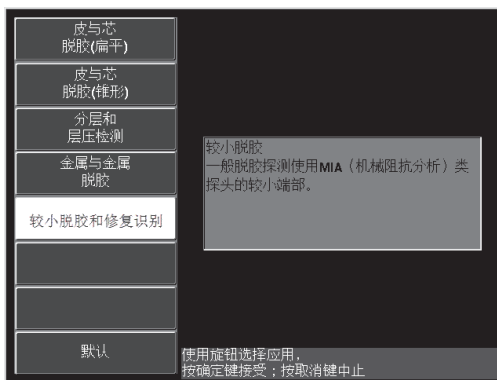

图 6-23 较小脱胶和修复识别应用
3. 选择 **Smaller Disbonds and Repair Identification**（较小脱胶和修复识别）应用，然后按确定键（）接受（参见第 129 页的图 6-23）。